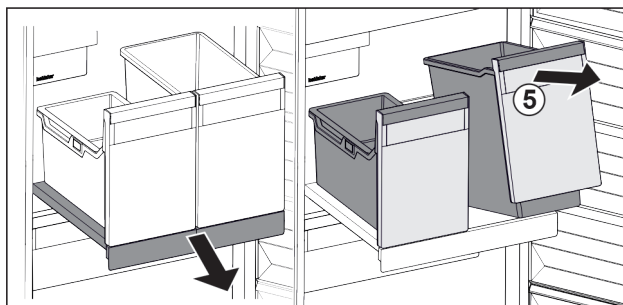

Fig. 104
- ▶ Nádoby Fig. 104 (5) vpředu nadzvedněte.